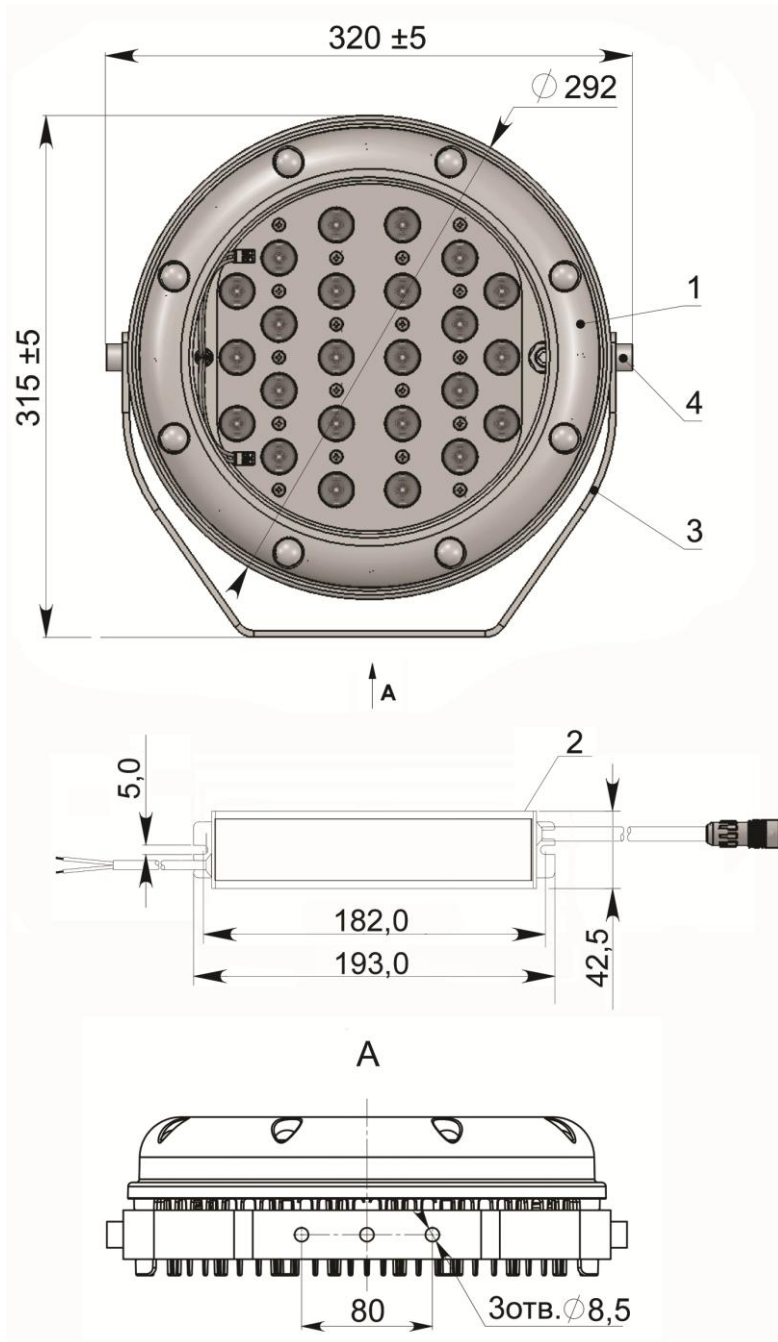

Рис.1
- 2.1. Прожекторы GALAD Аврора LED-24 (рис.1) со светодиодными модулями предназначены для архитектурного освещения зданий.
- 5.1. Установить оптическую часть прожектора (поз.1), закрепив скобу (поз.3) тремя болтами М8 (см. рис.1).